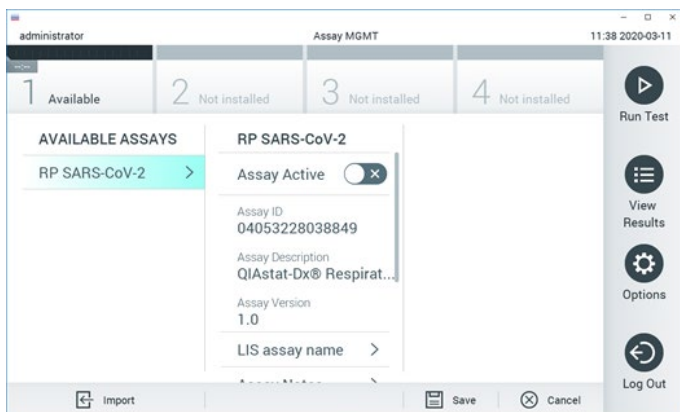

Figure 89. Écran Assay management (Gestion des dosages).
2. Appuyez sur le bouton Options puis sélectionnez Assay Management (Gestion des dosages). L'écran Assay Management (Gestion des dosages) s'ouvre dans la zone de contenu de l'affichage (Figure 89).